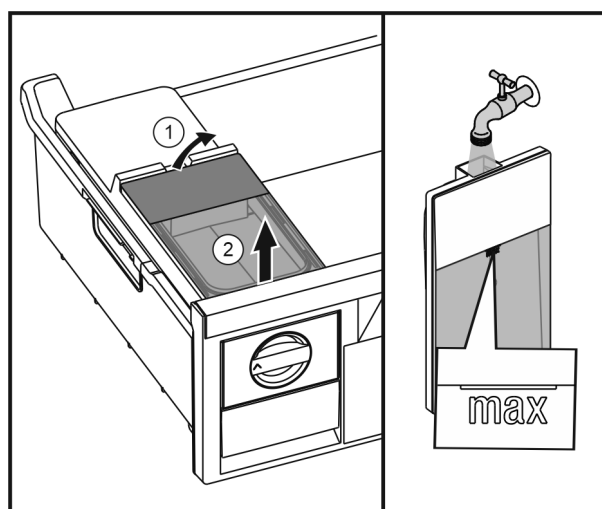

Fig. 38
- ▶ Soulever le réservoir d'eau depuis l'arrière Fig. 38 (1) et l'enlever vers le haut Fig. 38 (2).